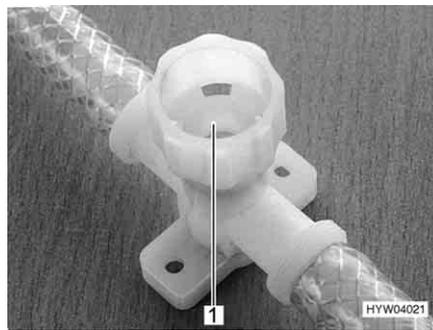

Bild 125 Ablasshahn für Therme
- Alle Ablasshähne schließen. Dazu die Kappen (Bild 125,1) im Uhrzeigersinn drehen.
- Alle Ablasshähne der Therme öffnen. Dazu die Kappen (Bild 125,1) entgegen dem Uhrzeigersinn drehen.